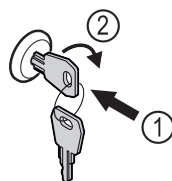

Fig. 181
- ▶ Sleutel erin duwen. Fig. 181 (1)
- ▶ Sleutel 90° rechtsom draaien. Fig. 181 (2)